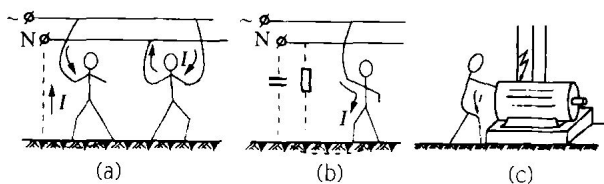

图 1-1-1 单相触电
(1) 单相触电。在低压电力系统中,若人站在地上或其他接地体,而人的某一部位接触到一相带电体,即为单相触电,如图 1-1-1 所示。如果系统中性点接地,则加于人体的电压为 220 V,流过人体的电流足以危及生命。中性点不接地时,虽然线路对地绝缘电阻可起到限制人体电流的作用,但线路对地存在分布电容、分布电阻,作用于人体的电压为线电压 380 V,触电电流仍能危及生命。人体接触漏电的设备外壳,也属于单相触电。